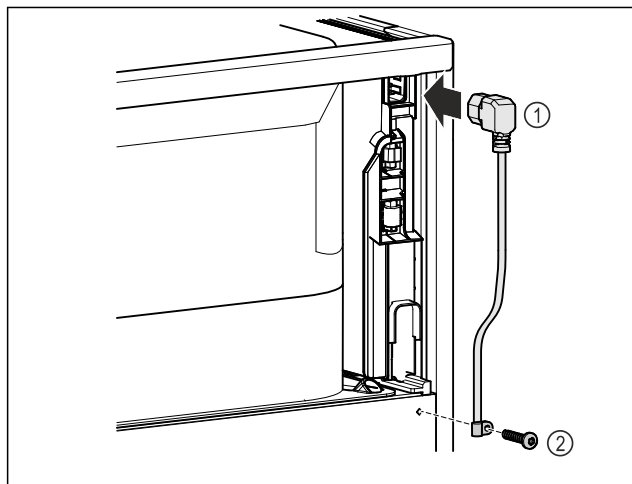

Fig. 9
- Zapojte zásuvku chladiaceho zariadenia sieťového prívodu Fig. 9 (1) na zadnej strane zariadenia.
- Namontujte odľahčenie od ťahu. Fig. 9 (2)